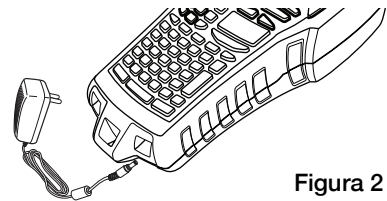

Figura 2
- 1 Conecte el adaptador de corriente al conector de energía en la parte inferior de la etiquetadora. Vea la Figura 2.